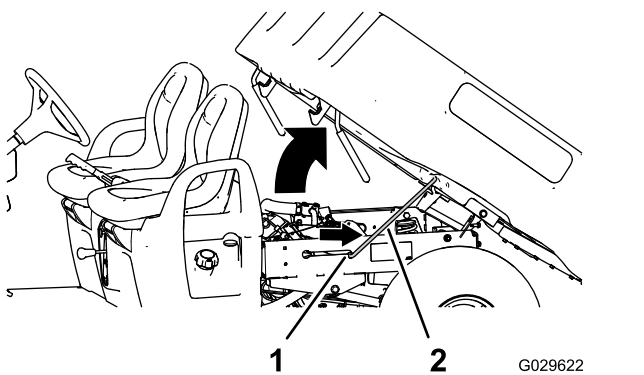

Рисунок 14
2. Введите опорную стойку, удерживающую кузов, в паз, фиксирующий кузов (Рисунок 14).
2. Вытяните опорную стойку из паза с фиксацией (Рисунок 14).
3. Опустите кузов, чтобы он надежно зафиксировался на месте фиксаторами (Рисунок 14).